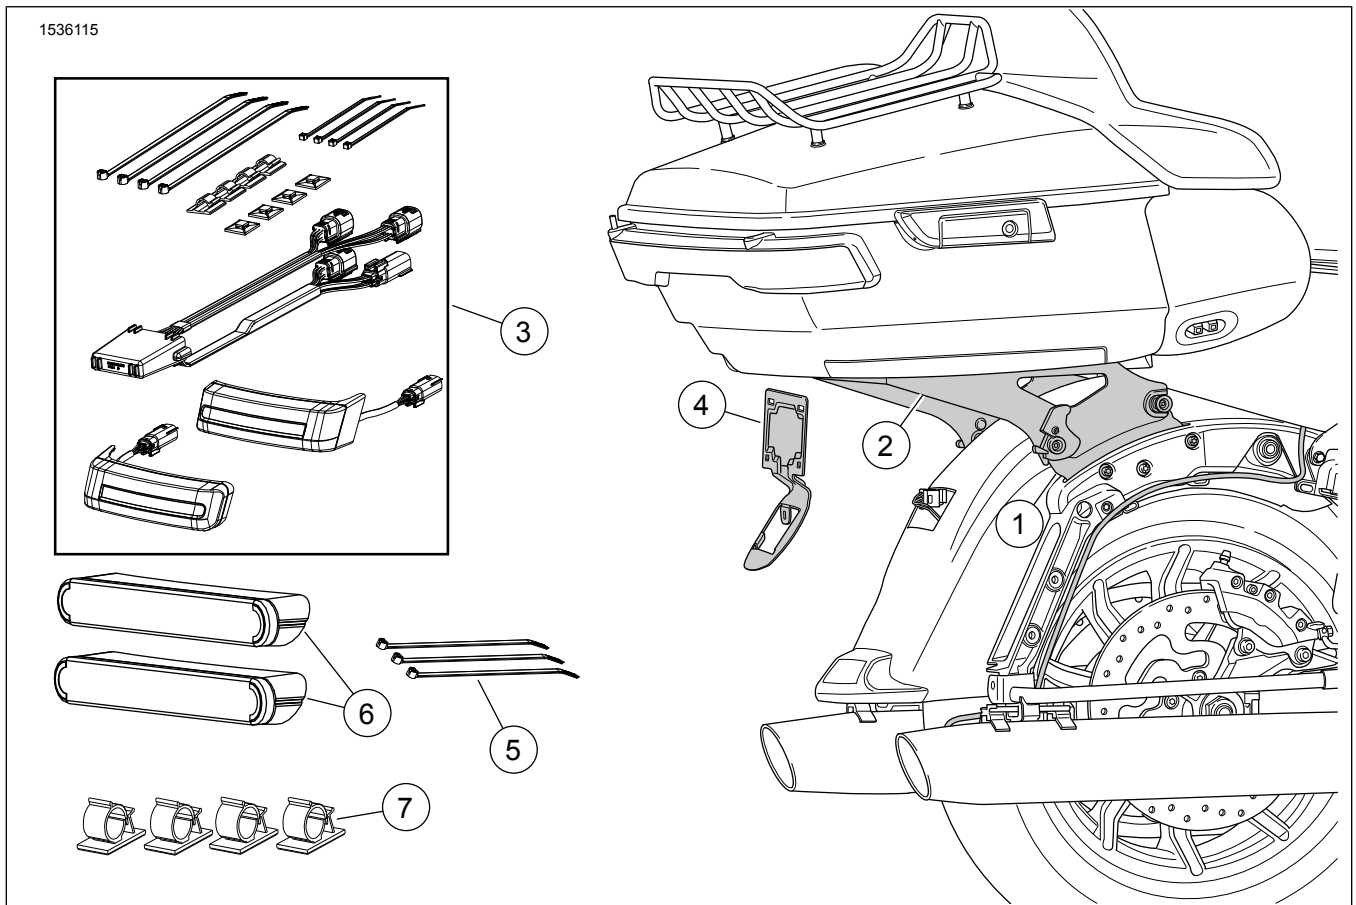

Figure 1. Contenu du kit : Support de fixation TOUR-PAK amovible
1. Voir Figure 1 . Installez le kit du matériel d'amarrage (1) en suivant les instructions contenues **dans ce kit**.
2. Installez le kit de lampes LED pour le démarrage, le freinage ou les clignotants (3) en suivant les instructions contenues dans **le kit**.
Voir Figure 1 . Marquer l'emplacement des réflecteurs (12).